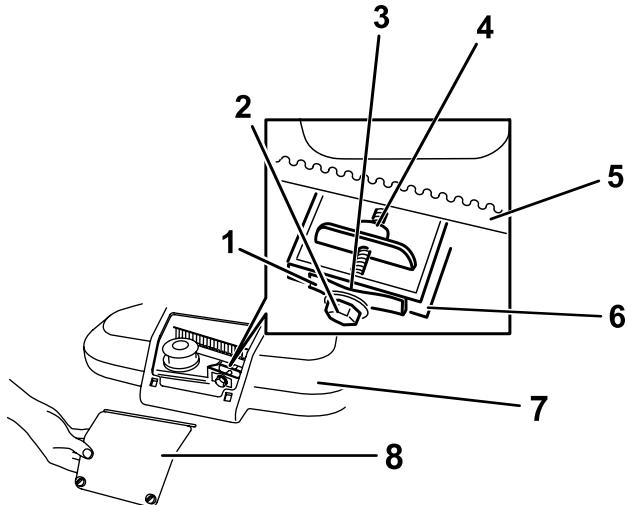

Bild 36
1. Lösen Sie die beiden Vierteldrehschrauben an der Zugangsplatte für die Riemenabdeckung und nehmen Sie die Platte ab (Bild 36).
- Hinweis:** Wenn ein sichtbarer Abstand zwischen der Führerlehre und der Feder besteht, ziehen Sie die Einstellschraube und Mutter an, bis das Papier fast nicht mehr in den Abstand eingeschoben oder herausgezogen werden kann (Bild 36).